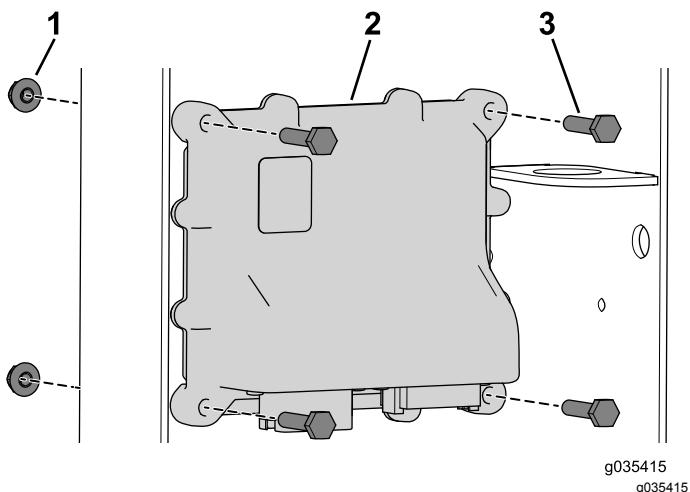

Figura 12
2. Utilizzate i 4 bulloni (1/4 x 3/4 poll.) e i dadi flangiati per fissare il controller (Figura 12).